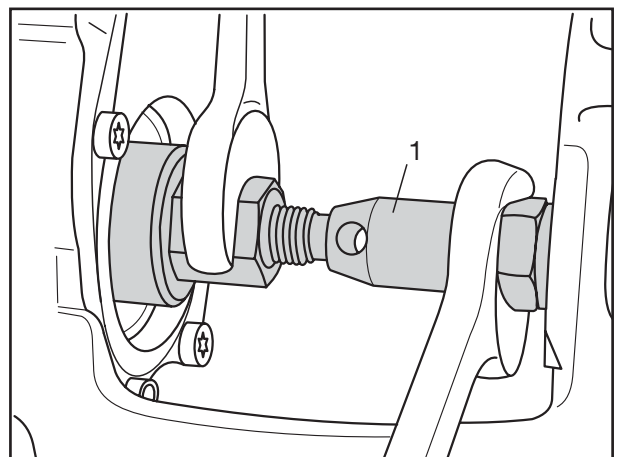

Fig. 9
- [12] Werkzeug (BPW Nr. 02.0130.66.00) mit dem Druckstück in die gezeigte Position (Fig. 9) bringen.
- bei montiertem Bremssattel das Werkzeug ohne mittlere Verlängerung (1) verwenden.
- [12] Use the thrust piece to bring the tool (BPW no. 02.0130.66.00) into the illustrated position (Fig. 9).
- use the tool without the middle extension (1), if the brake caliper is fitted.
- [12] Amener l'outil (réf. BPW : 02.0130.66.00) muni de la pièce de pression dans la position indiquée (Fig. 9).
- étrier de frein monté, utiliser l'outil sans rallonge intermédiaire (1).